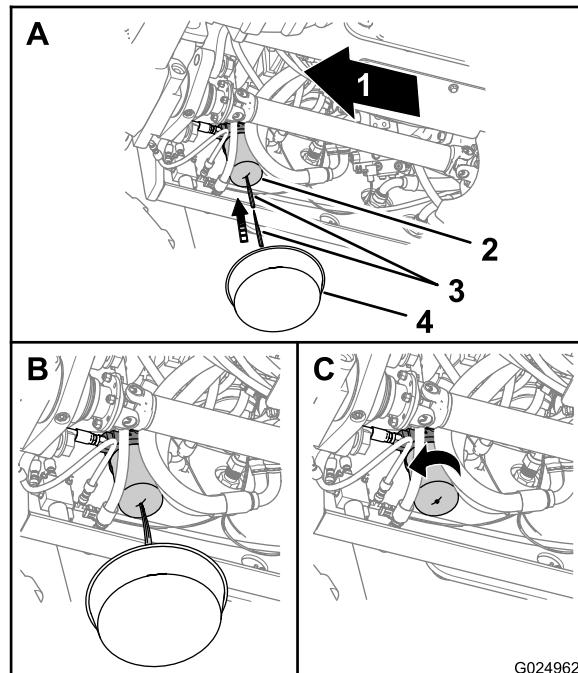

Figure 97
1. Placez un bac de vidange sous le filtre à huile de transmission (Figure 97).
5. Percez le fond du filtre à huile de transmission et vidangez le restant de liquide hydraulique dans le bac de vidange (Figure 97).
6. Déposez le filtre à huile de transmission à l'aide d'une clé à filtre, et mettez le filtre au rebut (Figure 97).
9. Posez le filtre neuf à la main et serrez-le de 1/2 à 3/4 de tour une fois qu'il touche la tête de filtre (Figure 97).